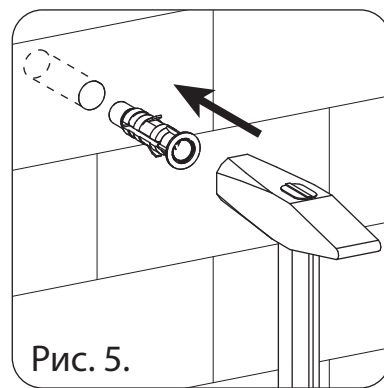
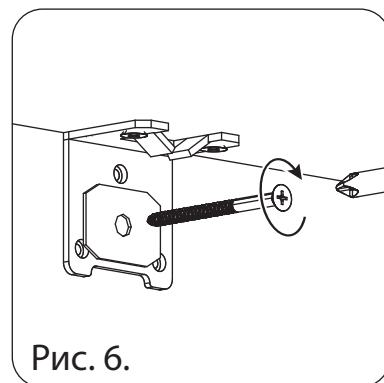

Рис. 5.
Рис. 6.
3. Сдвинув петлю, полностью освободите составный части (см. рис. 5).
3. Вращением наконечника, отрегулируйте его вылет, так чтобы обеспечить плавное и уверенное открывание и закрытие фасада, как показано на рис. 5. Вылет наконечника толкателя возможен до 5 мм, как показано на рис. 6.